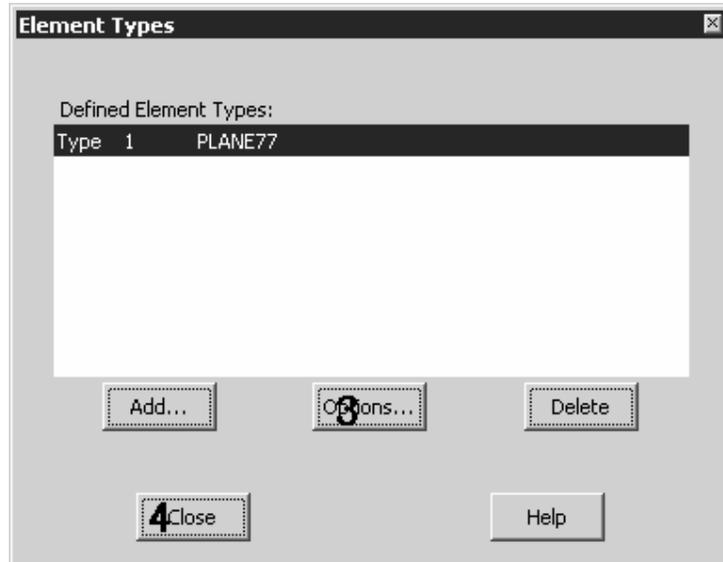
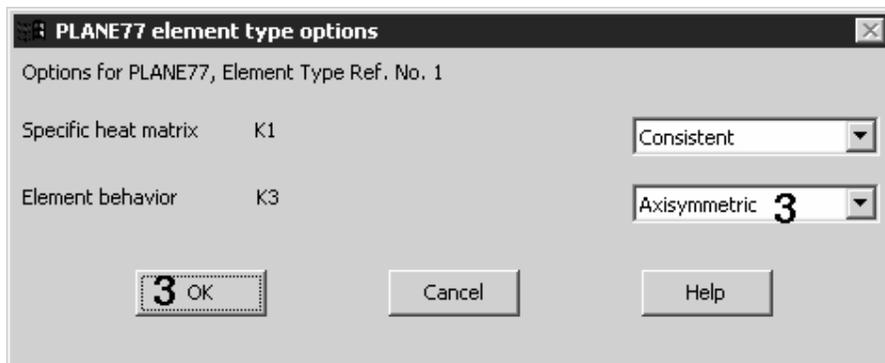

图 12.6 定义的单元类型
图 12.7 将单元设置为轴对称单元
2. 在 Library of Element Type (单元类型库)对话框左边的滚动框中单击“Thermal Solid”，选择热实体单元类型。在右边的滚动框中单击“Quad 8node 77”选择 8 节点平面单元 PLANE77。然后单击 **OK** 按钮，关闭 Library of Element Types (单元类型库)对话框。Element Types (单元类型)对话框中将列出定义的单元类型，如图 12.6 所示。
3. 设置单元 PLANE77 的轴对称选项。单击图 12.6 所示对话框中的 **Options...** 按钮，将弹出 PLANE77 element type options (单元 PLANE77 的选项对话框)，如图 12.7 所示。在对话框中，单击单元行为参数 K3 的下拉设置框中的“Axisymmetric”选项，将单元设置为轴对称单元，单击 **OK** 按钮，关闭对话框。
4. 单击单元类型对话框中(图 12.6)中的 **Close** 按钮关闭对话框，完成单元类型的定义。